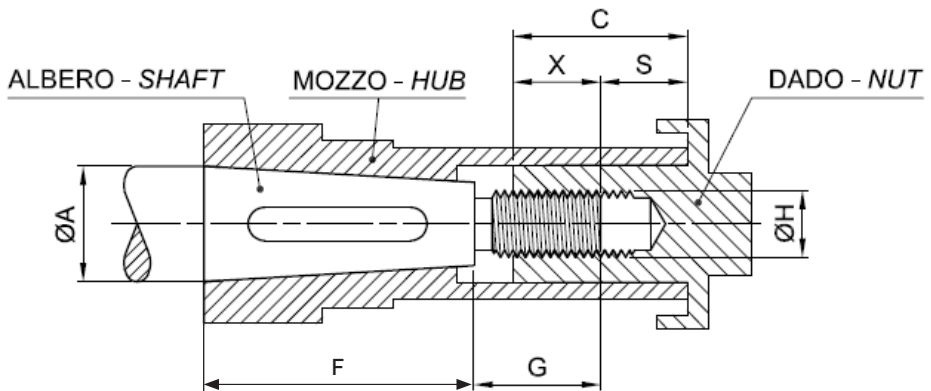

fig. 1
- a. Verificare la lunghezza di avvitamento del dado (fare riferimento alla fig.1 in cui la lunghezza di avvitamento è indicata con "X"). Per verificare questo suggeriamo di infilare l'elica sulla estremità conica dell'albero porta-elica e spingerla in battuta contro il cono dell'albero (effettuare questa operazione senza inserire la chiave). Quando l'elica è in battuta contro il cono dell'albero, misurare la distanza tra la fine dell'albero e la fine del mozzo (indicata nella figura con "S"). La lunghezza "X" si ottiene sottraendo la lunghezza "S" alla lunghezza del dado "C". La lunghezza "X" deve essere inferiore a "G" e si consiglia che "X" sia maggiore di 0,8 volte il diametro del filetto indicato con " $\varnothing H$ ".